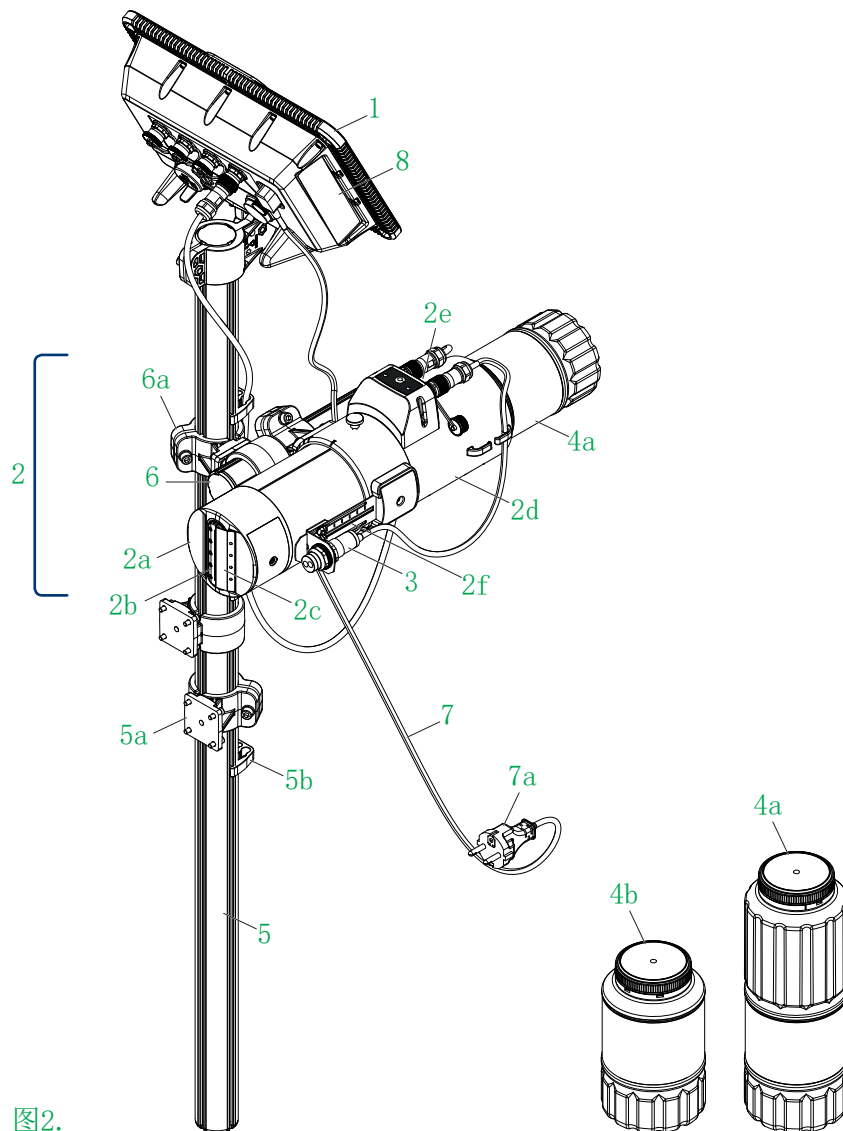

图2.
* - 由于国别不同，电源插头7a可能与图2页图13所示的有所不同。